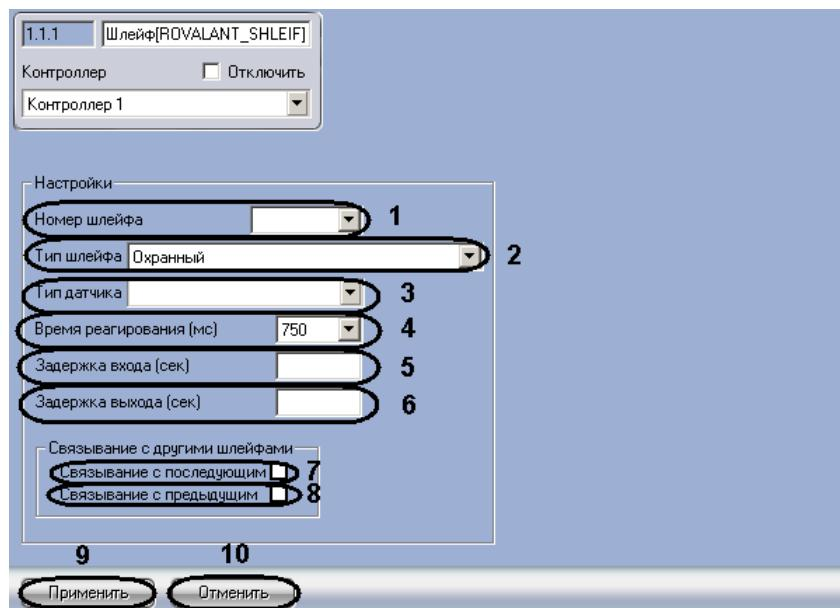

Рис. 3.4—2 Настройка шлейфов сигнализации
- Из раскрывающегося списка **Номер шлейфа** выбрать порядковый номер шлейфа сигнализации (см. Рис. 3.4—2, 1).
- Из раскрывающегося списка **Тип шлейфа** выбрать тип шлейфа сигнализации (см. Рис. 3.4—2, 2).